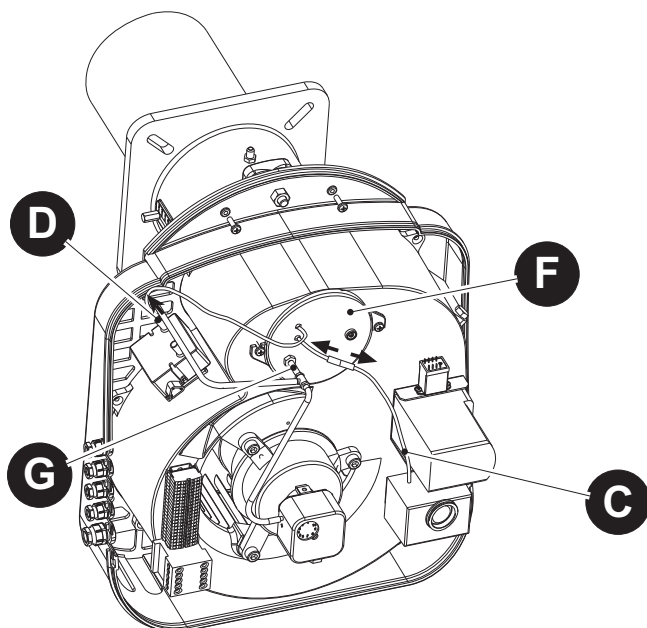

fig. 2c
- 2) Débrancher les connexions "D" et "C" dans les points indiqués avec leurs passe-fils respectifs sur le couvercle "F". Débrancher le tube "G" du couvercle "F" (fig. 2c).
- 5) Engager le corps du brûleur sur l'axe "I" et le fixer avec l'écrou "H". Poser le couvercle "F" et rétablir les connexions "D" et "C" (fig. 2c) avec leurs passe-fils respectifs, puis le visser au moyen de la vis "E" (fig. 2f).
- Débrancher les connexions électriques aux points indiqués en fig. 2c page 5.
- Rebrancher les câbles et le tube "G" comme indiqué en fig. 2c page 5.